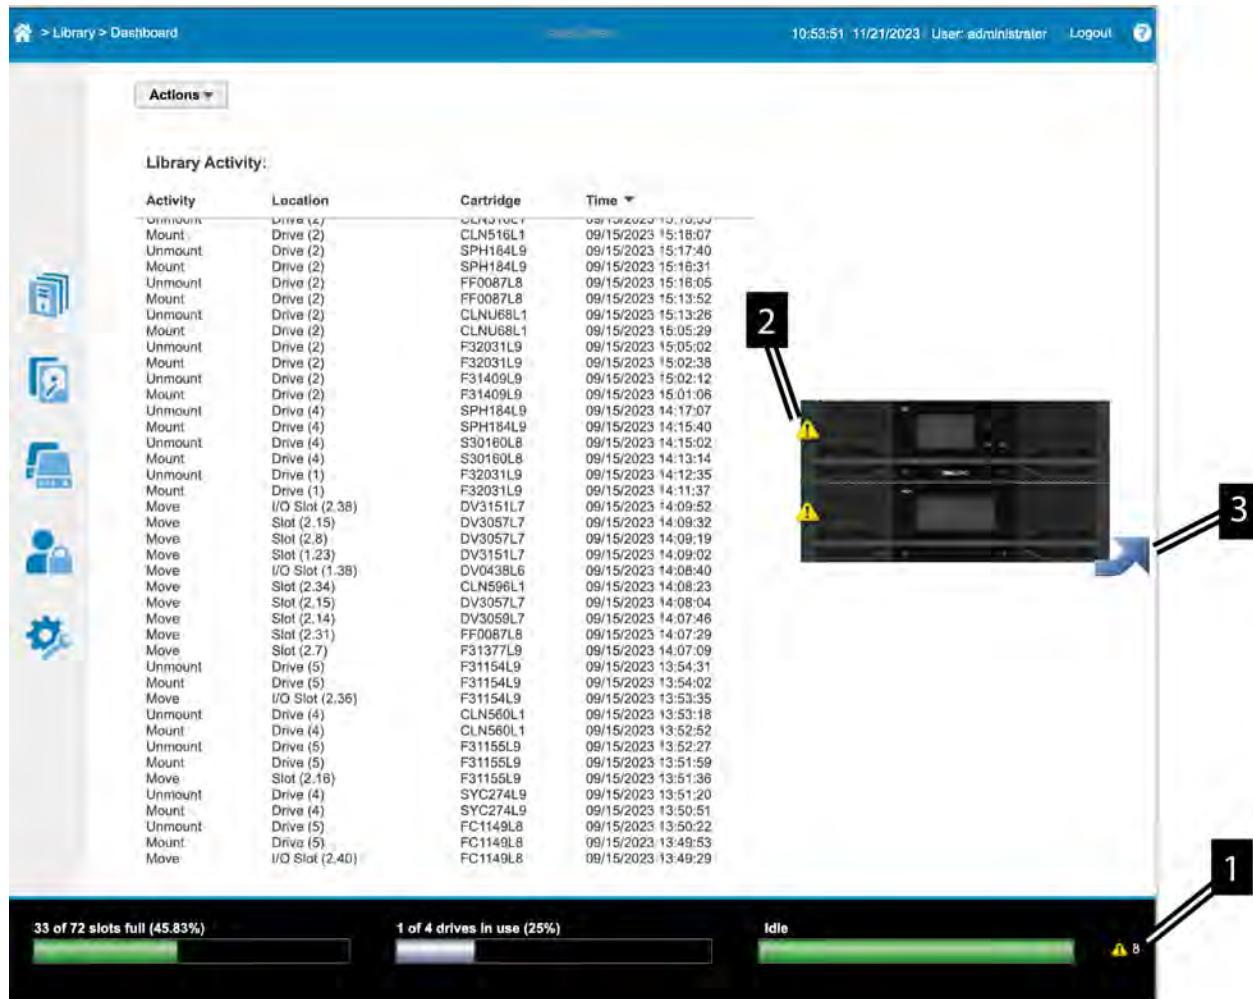

Figura 60. Pantalla GUI
1. El pod de estado inferior derecho de la GUI de la biblioteca muestra el estado de error de la biblioteca. Consulte **1** en Figura 60 en la página 99.
2. La visualización gráfica de la biblioteca en la mitad derecha del panel de control de la biblioteca GUI muestra un ícono de aviso o error en un componente que tiene un problema. **2** en Figura 60 en la página 99
Si un módulo muestra un error en la parte frontal, pulse la flecha en el gráfico de la biblioteca. Consulte **3** en Figura 60 en la página 99. El gráfico de la biblioteca girará y mostrará los paneles posteriores, para que pueda determinar qué componente tiene el error.